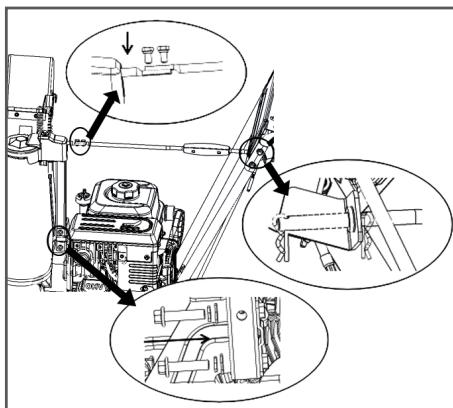

Рис. 5 Фиксация желоба на корпусе
- b. Стойку механизма поворота желоба установите в кронштейн (Рис. 5) и закрепите ее двумя болтами M8 × 40 с пружинными и обычными шайбами.